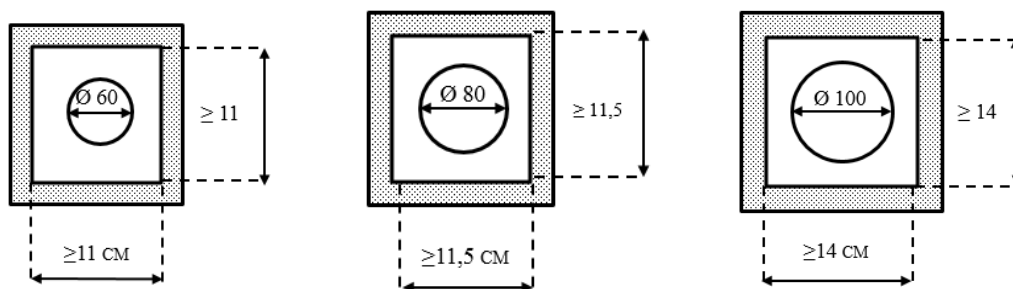

Fig.8
- 4- L'intercapedine risulta avere la sezione di aerazione uguale o maggiore al 150% della sezione del sistema fumario e la sezione totale dell'asola tecnica (comprensiva di intercapedine e condotto di scarico) è non minore di 115 cm² (es.fig.8).